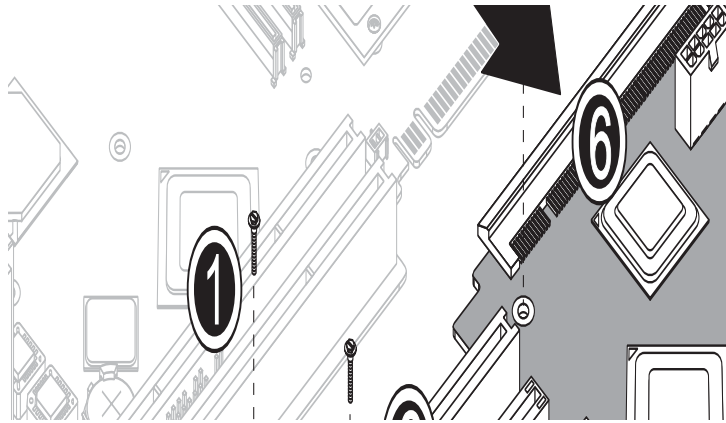

図 4-27 固定ネジと拡張カードの取り外し
7. 拡張カードをシステムシャーシに固定している 5 本のネジを外します (図 4-27 の (1) から (5) を参照)。
8. 背面角の足の部分から突き出ている、PCI カードスロットのすぐ近くにある黒のプラスチック製のタブを押し込みます (6)。